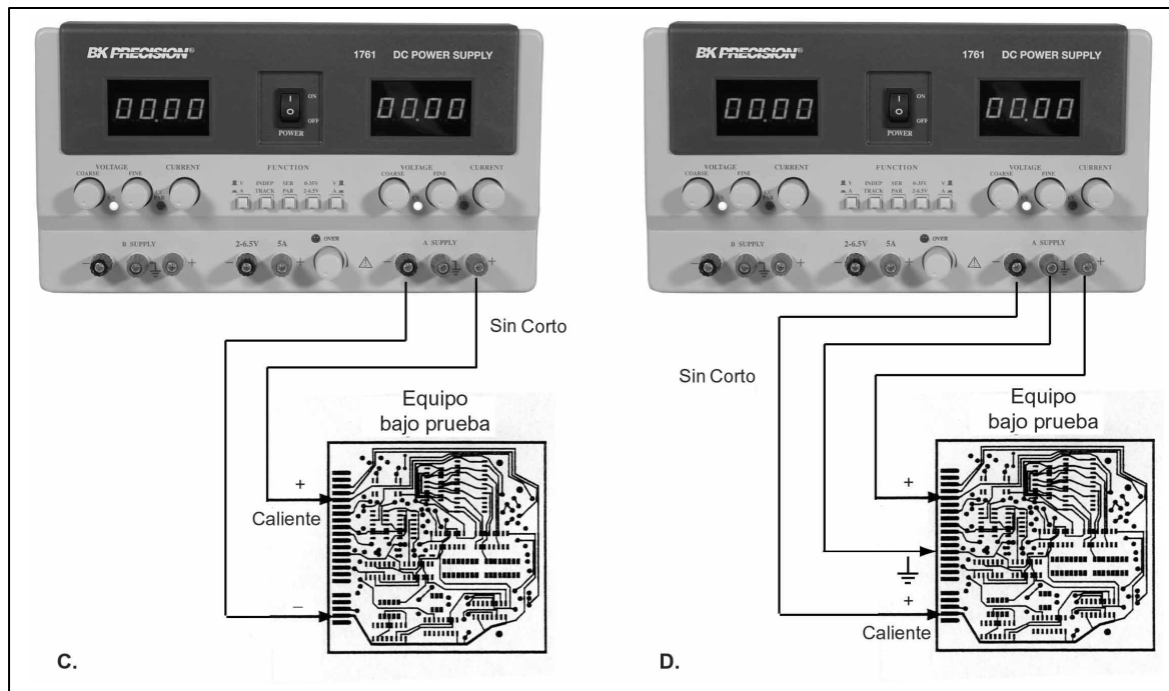

Fig. 9. Posibilidades de conexión a tierra en modo de rastreo
8. La Fig. 9 ilustra las posibilidades de conexión a tierra del modo **TRACK PAR**.
1 Fig. 9. Posibilidades de conexión a tierra en modo de rastreo